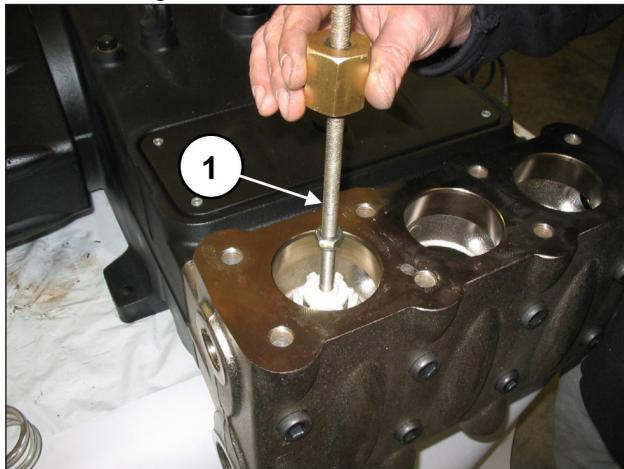

Fig. 92
Estrarre il gruppo valvola mandata mediante l'utilizzo di un estrattore a massa battente (cod. 27516400) da applicare al foro M10 del guida valvola (pos. ①, Fig. 92) o, in aggiunta, eventuale adattatore M10-M16 (cod. 25089700) da applicare al filetto M16 del guida valvola.